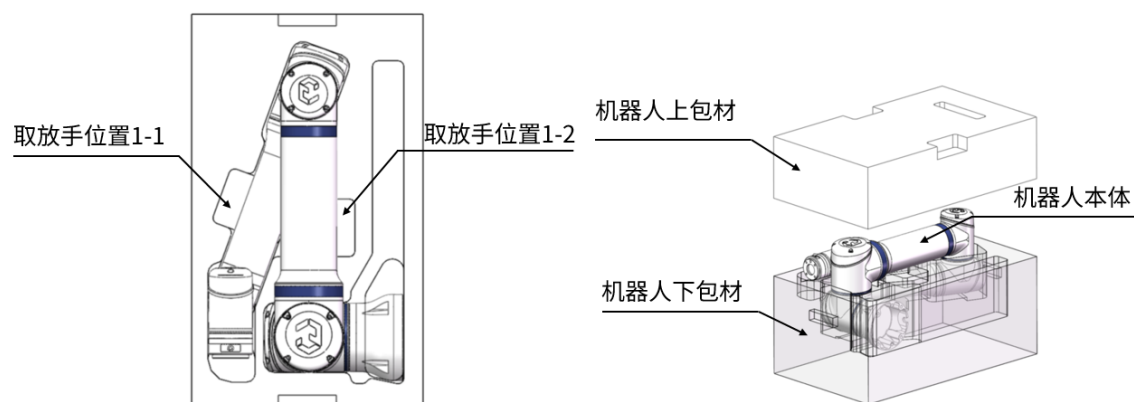

图 6-2: 机器人打包图 2
2. (A1: 180°、A2: -180°、A3: 250°、A4: 0°、A5: 20°、A6: -90°)，如图 6-2所示。